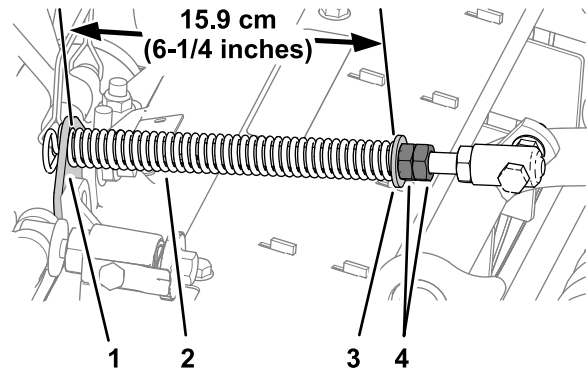

Figure 16
3. Serrez les écrous hexagonaux à l'extrémité avant de la tige de ressort jusqu'à ce que la longueur du ressort comprimé soit égale à 16 cm, comme montré à la Figure 16.